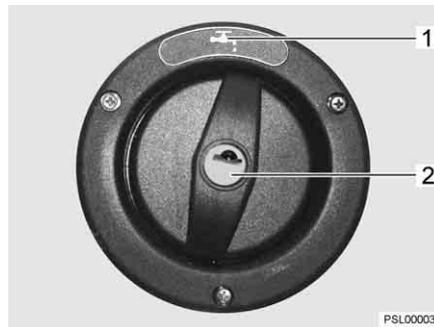

Fig. 237 Tapa de cierre para el tubo de llenado de agua potable
El tubo de llenado de agua potable está identificado con el símbolo "☞" (Fig. 237,1). La tapa de cierre se abre o cierra con la llave para las cerraduras de trampilla exteriores.
- Introducir la llave en el cilindro de cierre (Fig. 237,2) y girarla un cuarto de vuelta en sentido contrario a las agujas del reloj.